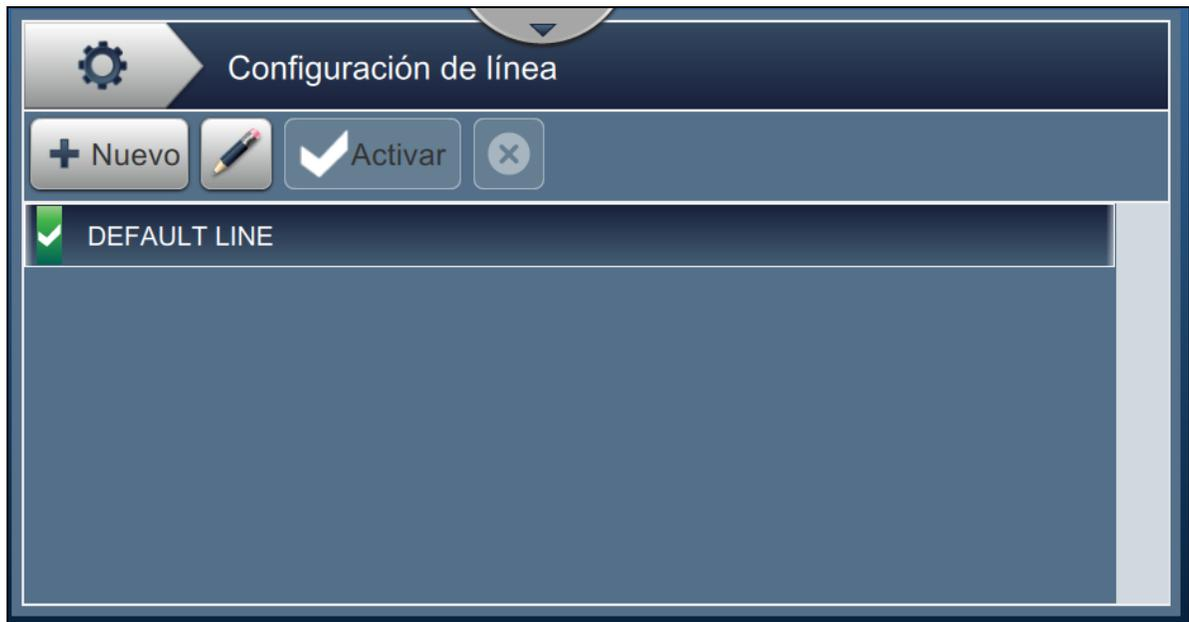

Figura 6-5. Configuración de línea
1. Pulse el botón  de la pantalla Herramientas. Se abrirá la pantalla Configuración de línea, como se muestra en la Figura 6-5.